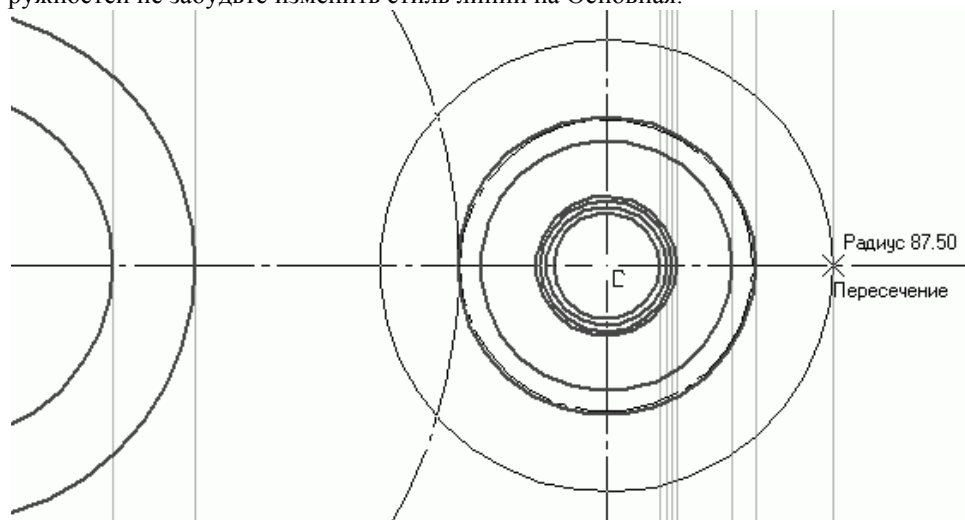

Рис. 2.103. Процесс построения крышек подшипников и выходного конца ведущего вала
3. Создайте в главном виде новый слой с названием Крышки и сделайте его текущим. Сформируйте в нем изображения крышек главного вида, а также фрагмент ведущего вала, торчащий из отверстия сквозной крышки. Это совсем не сложно: просто стройте по очереди окружности, привязывая их радиусы к вспомогательным прямым, проходящим через характерные точки вида сверху (рис. 2.103). Перед началом ввода окружностей не забудьте изменить стиль линии на Основная.